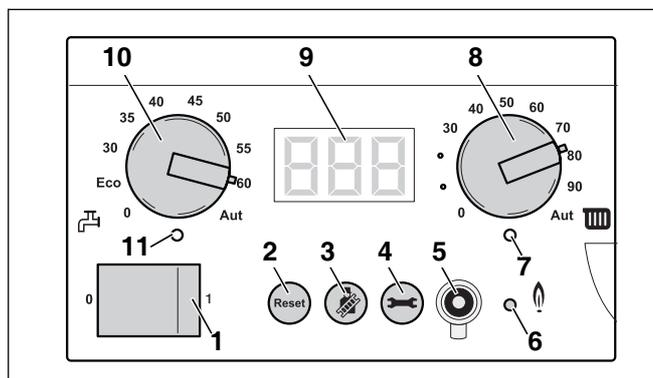

Fig. 76 Regolatore di base BC10
- Con la manopola "regolazione sanitaria" (fig. 76, pos. 10) è possibile regolare la temperatura richiesta dell'acqua calda per l'accumulo esterno se presente (vedi tab 17).